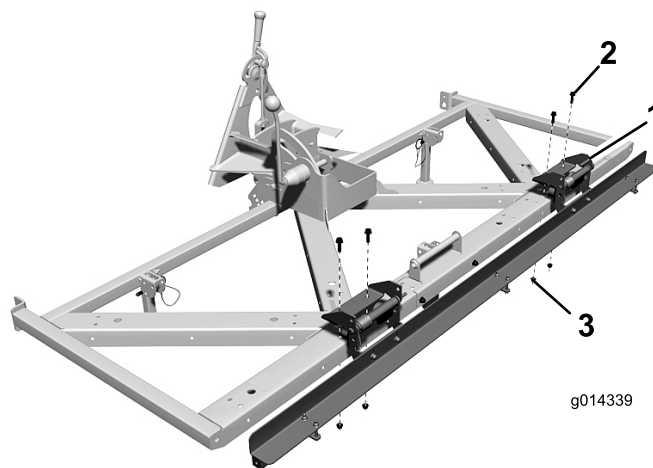

Bild 9
1. Befestigen Sie jede Halterung des Magnetanbaugeräts mit zwei Bundbolzen (5/16 x 1 Zoll) und Bundmuttern oben am Rasengroomer (Bild 9).